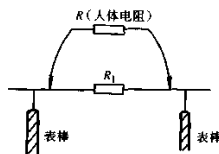

图 1-11 避免人体电阻影响测量值示意图
4) 在脱开检测时, 手指不要同时碰到表的两支表棒, 或不要碰到电阻器两根引脚, 否则人体电阻会影响测量精度; 如图 1-11 所示。人体电阻 R 与被测电阻 R_1 并联, 测到的读数为 $R // R_1$ (R 和 R_1 的并联值)。